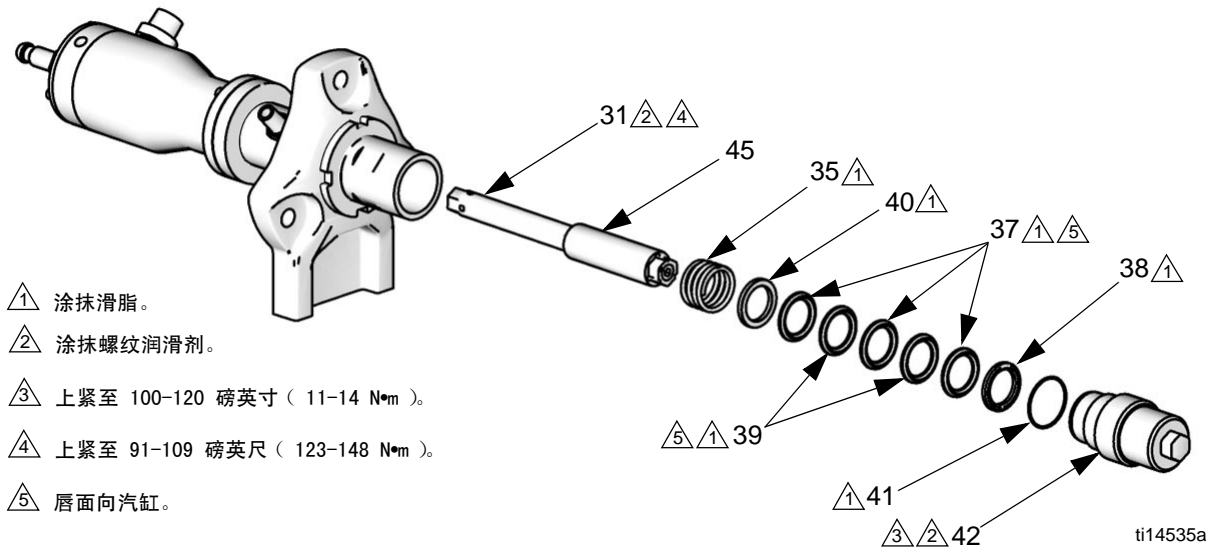

图 14. 活塞 V 型衬垫
6. **V 型衬垫型号：**卸下活塞衬垫（37、39）、封头（38、40）和弹簧（35）。参见图 14，第 16 页。